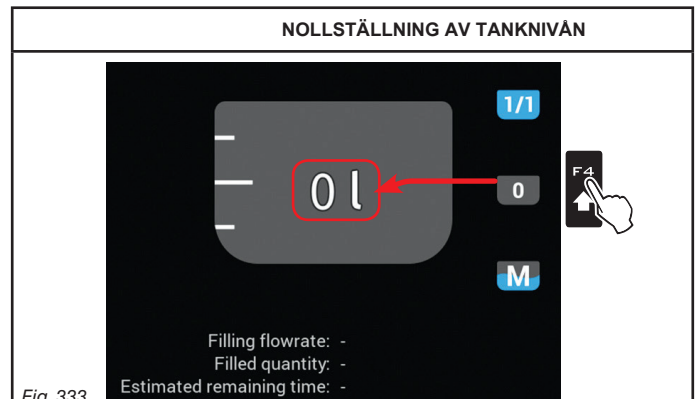

Fig. 333
- Nollställning av nivån (Fig. 333)